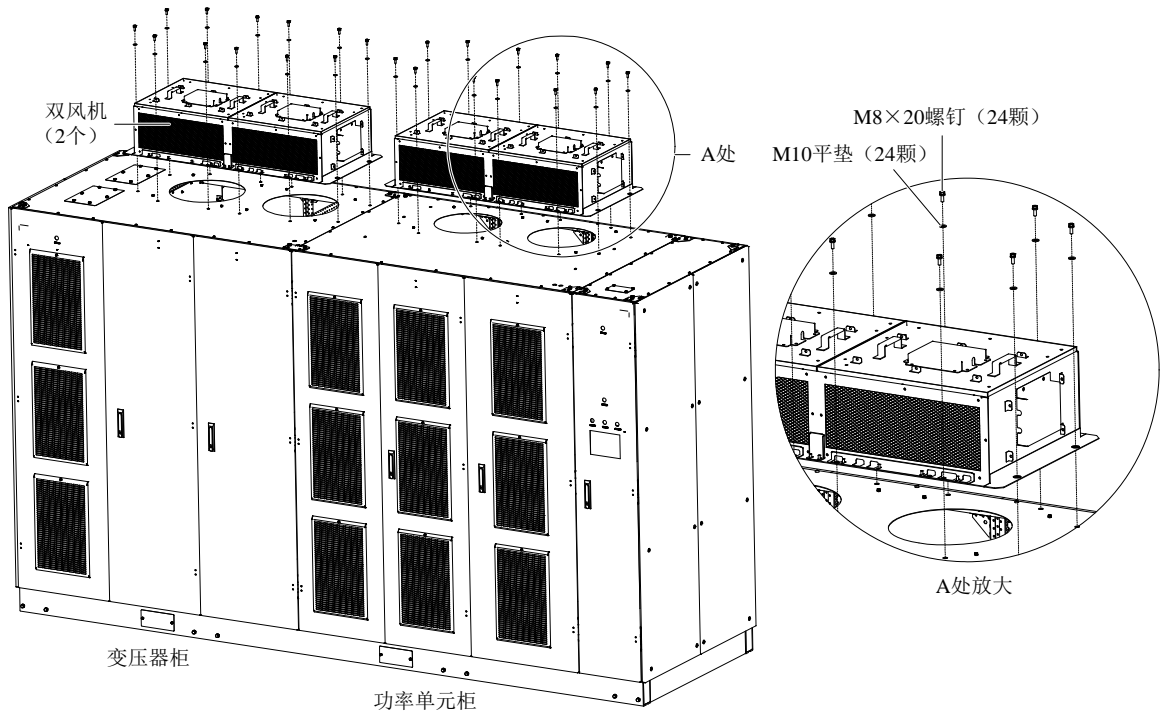

图2-29 安装柜顶风机
2. 拆除风机组件外包装，双人或使用工装将风机抬上柜顶，并放在刚拆除的风机挡板位置的正上方。注意确保风机组件底部孔位与柜顶孔位完全重合，然后用 M8×20 螺钉、M10 平垫将风机固定在柜顶，如图 2-29 所示。